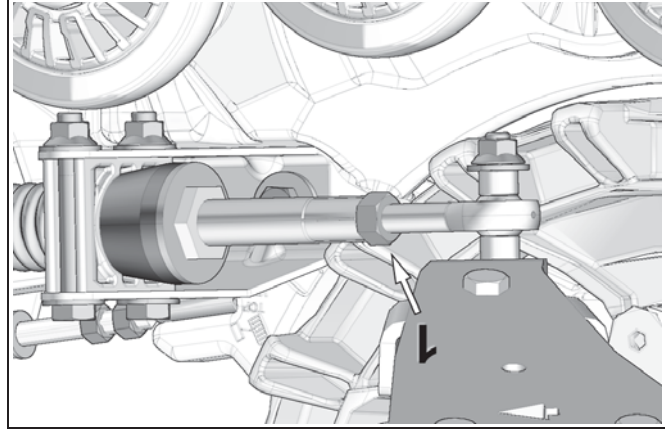

Figure 7
- Une fois le réglage atteint, resserrer le contre-écrou (1). Voir la Figure 7.